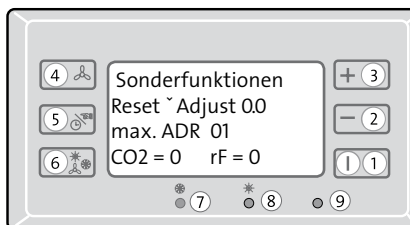

Abb. 6.10
- Drücken Sie **Taste 5** bis die **Pos. Reset blinkt** (s. Abb. 6.10).